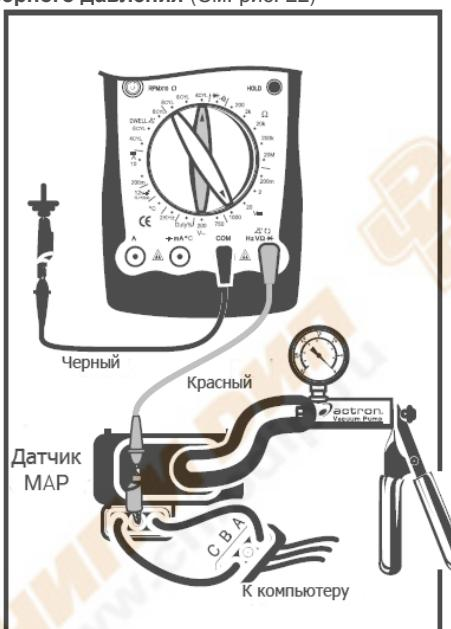

Рис. 22
- (1) Аналогично описаннию измерения сопротивлений.
- (2) Подключите красный и черный тестовые щупы мультиметра соответственно к сигнальной клемме и клемме заземления. Обратитесь к различным автомобильным сервисным руководствам для определения положения и сопротивления тестируемых датчиков.
4. Датчик абсолютного давления в коллекторе (MAP) и атмосферного давления (См. рис. 22)
- (1) Подключите датчик расхода воздуха (выдающий постоянное напряжение), как описано в методике измерения постоянного напряжения, и установите поворотный переключатель в положение **20VDC**. Подключите датчик расхода воздуха частотного типа, как указано в методике измерения частоты вращения, и выберите количество цилиндров в двигателе автомобиля. Для примера возьмем 4 цилиндра.
- (2) Подключите датчик расхода воздуха частотного типа, как указано в методике измерения частоты вращения, и выберите количество цилиндров в двигателе автомобиля.
- (3) Для примера возьмем 4 цилиндра. Подключите черный тестовый щуп мультиметра к клемме заземления, а красный тестовый щуп как показано на рис. 22.
- (4) Поверните ключ зажигания, но не запускайте двигатель.
- (5) Отображаемые значения: